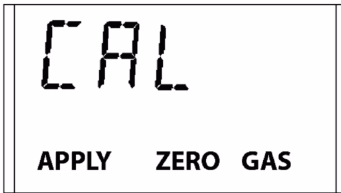

Рис. 10 Указание о подаче нулевого газа
- Индикаторы APPLY ZERO GAS [→ Рис. 10].